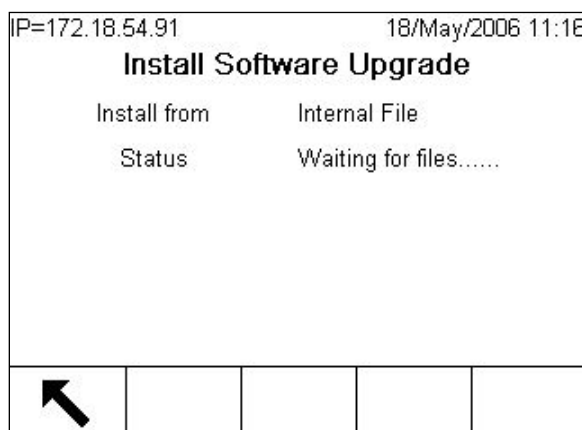

Figura 4-3: Aggiornamento firmware – Attesa dei file
5. Utilizzare i tasti freccia per evidenziare **Manutenzione > Esegui > Installare aggiornamento Software**. Dopo aver evidenziato il nodo, premere INVIO. Verrà visualizzata la schermata illustrata nella Figura 4-3.
7. Premere il softkey AVVIO  per eseguire l'aggiornamento. Se la cartella Aggiorna non contiene file, verrà visualizzata la schermata mostrata nella Figura 4-3. L'esecuzione dell'operazione di copia da InSite continuerà il processo. Premendo il softkey ESCI  il processo verrà interrotto e si tornerà alla struttura di configurazione.